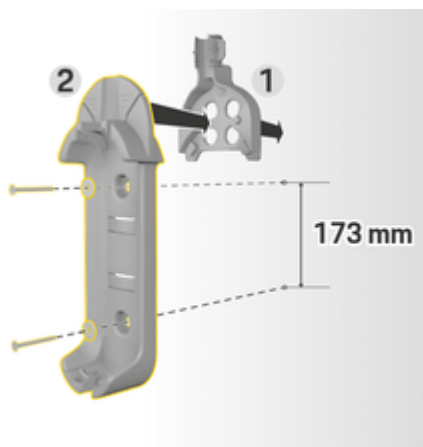

Fig. 6: Dimensões de perfuração
3. Pressione o suporte para parede básico 2 (Fig. 6) na passagem do cabo 1 (Fig. 6) pela parte da frente.